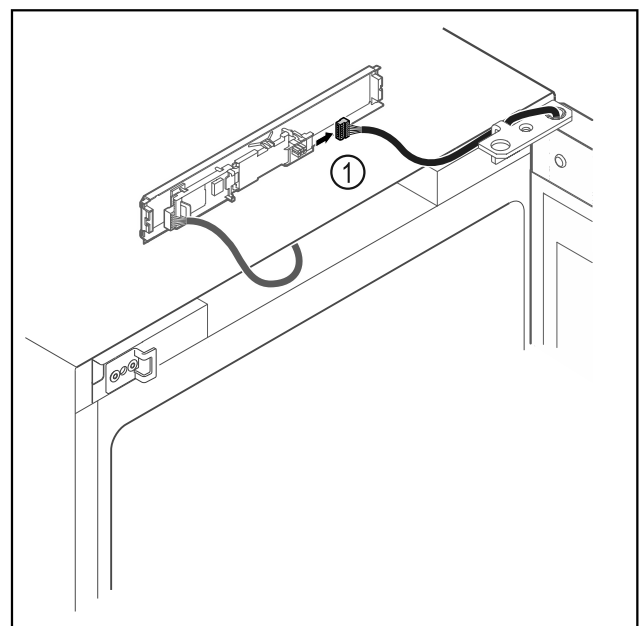

Fig. 10
- ▶ Αποσυνδέστε το φισ Fig. 10 (1) από την πλακέτα.